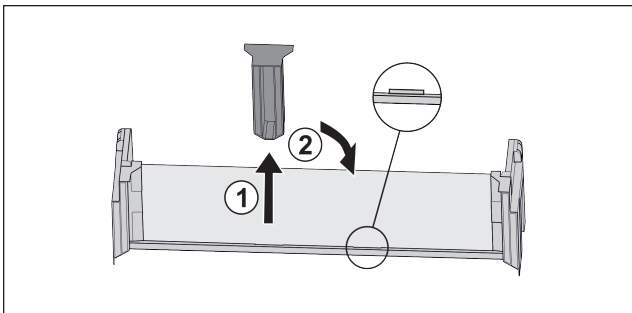

Fig. 22 \*
- ▶ Снимите среднюю поддерживающую деталь Fig. 22 (1).\*
- ▶ Вставьте среднюю поддерживающую деталь во вторую позицию Fig. 22 (2).\*